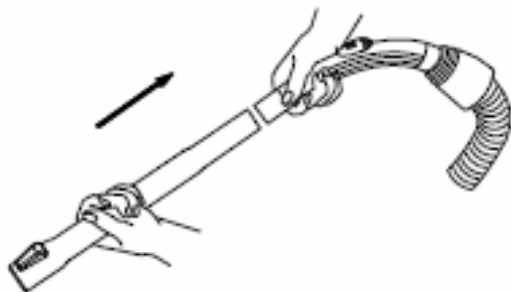

Рис. 2
- Вставте наконечник ручки шланга в нерухому частину телескопічної трубки. (Рис. 2)